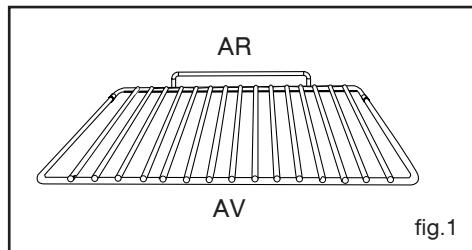

fig.1
- **Grille sécurité anti-basculement fig.1**